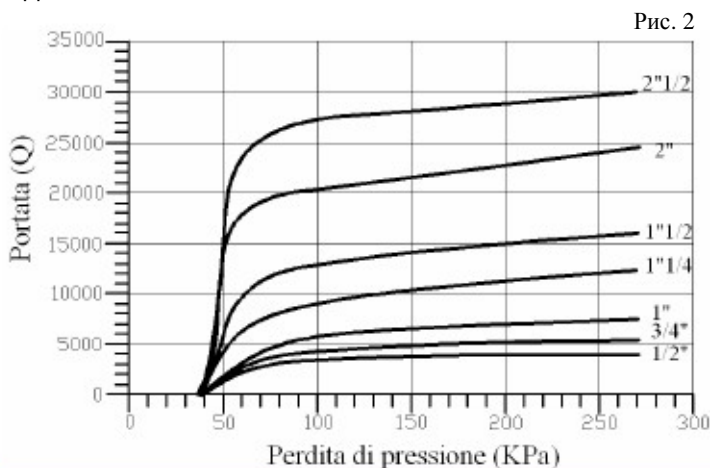

Рис. 2
При открытии крана, вентиль (1) перемещается вниз открывая проход воде. Это происходит из-за силы давления пружины на диафрагму (2) которая в данных условиях становится преобладающей в сравнении с силой воды. При увеличении расхода воды, увеличивается проток воды внутри редуктора из-за уменьшения давления которому обычно подвергнут вентиль (1). При открытии нескольких кранов происходит падение давления (Δp) на выходе, и последующее увеличение расхода (Q) как показано на рис. 2.